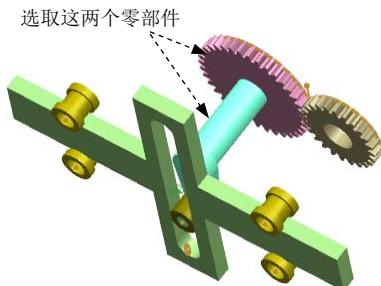

图 10.1.3 定义连杆 L003
(3) 定义连杆 L003。选取图 10.1.3（此图将连杆 L001 进行隐藏）所示的组件（共两个零件）为连杆 L003，在“连杆”对话框中单击 应用 按钮。